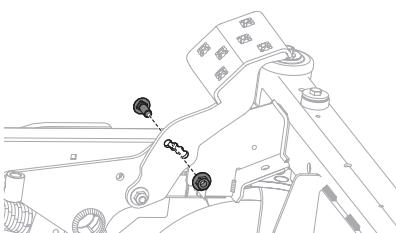

Figura 36
2. Retire el tornillo de carro y la tuerca hexagonal cerca del centro del montaje del pedal. (Figura 36).
- Vuelva a instalar el hardware que retiró anteriormente y apriete la tuerca a 28-35 pies-libras (38-47 N·m) (Figura 36 en la página 65).